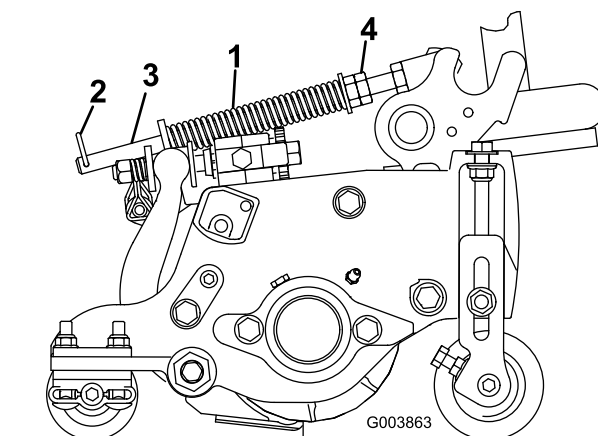

Figura 14
2. Serrate i dadi esagonali sul lato anteriore dell'asta della molla, finché la lunghezza compressa della molla non è di 12,7 cm (Figura 14).
1. Verificate che la coppiglia sia montata nel foro posteriore dell'asta della molla (Figura 14).